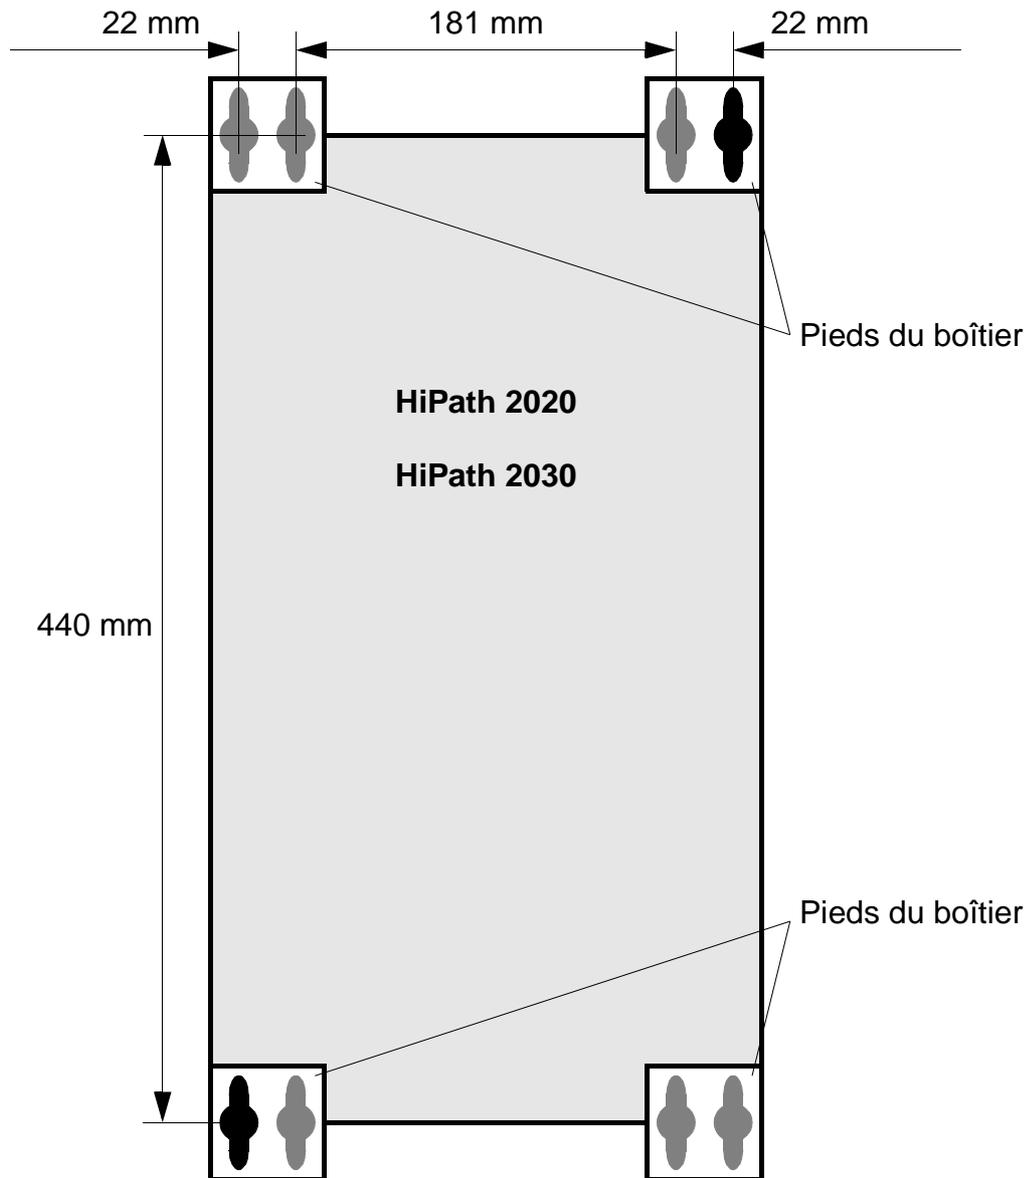

Figure 3-5 HiPath 2020 et HiPath 2030 – Gabarit de perçage
1.	Marquez la position des trous de perçage en vous servant des indications de la figure 3-5. Remarque : pour que la fixation soit solide, les deux trous de perçage doivent être placés en diagonale.